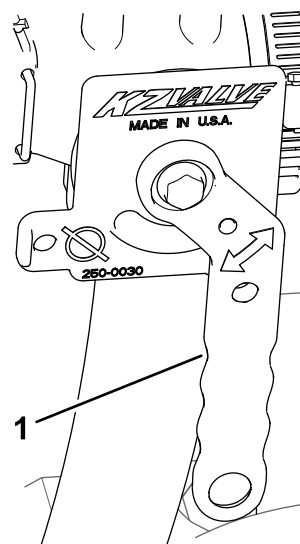

Figura 43
4. Gire la manija de la válvula de cierre del eyector a la posición de abierto (Figura 43).
5. Cierre la válvula del eyector; consulte la Figura 43 de Arranque del eyector \(página 24\).